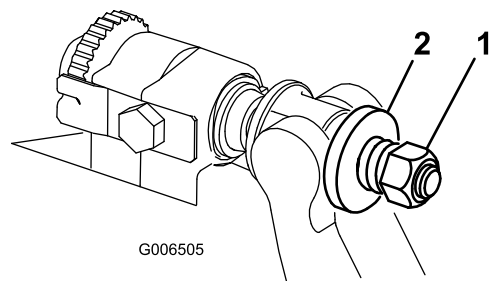

Figura 38
- Strângeți piulia pentru tensionarea arcului până când arc este pliat, apoi deurubai-o jumătate de rotație (Figura 38).